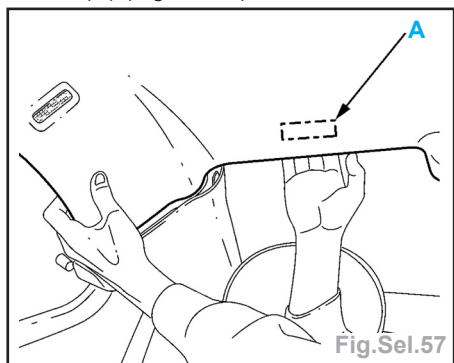

Fig.Sel.57
- Dégrafer la garniture de pavillon en zone (A) (Fig.Sel.57).